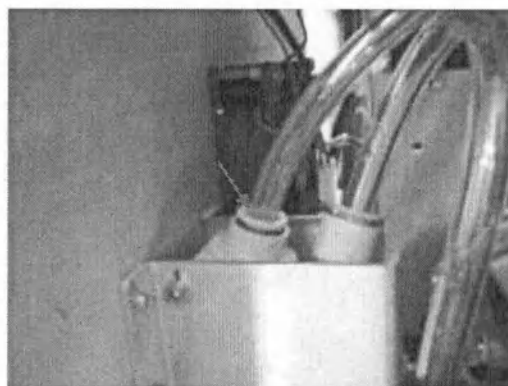

Рисунок 61. Отсоедините вакуум-трубу от главного фильтра
- Отсоедините трубу от главного фильтра (Рисунок 61).